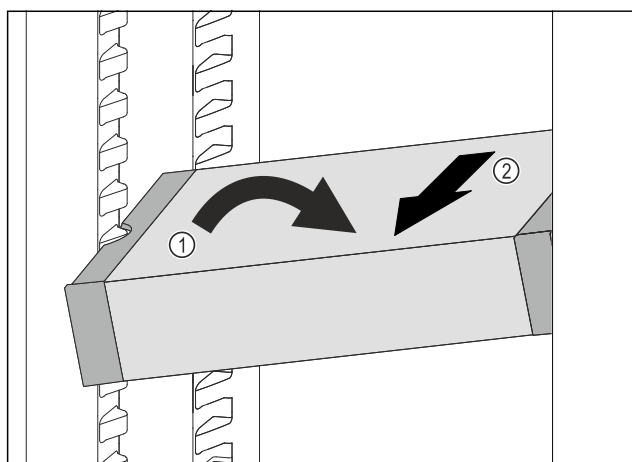

Fig. 109
- VarioSafe ustawić w chłodziarce pod skosem. Fig. 109 (1)
- VarioSafe wyjąć do przodu. Fig. 109 (2)